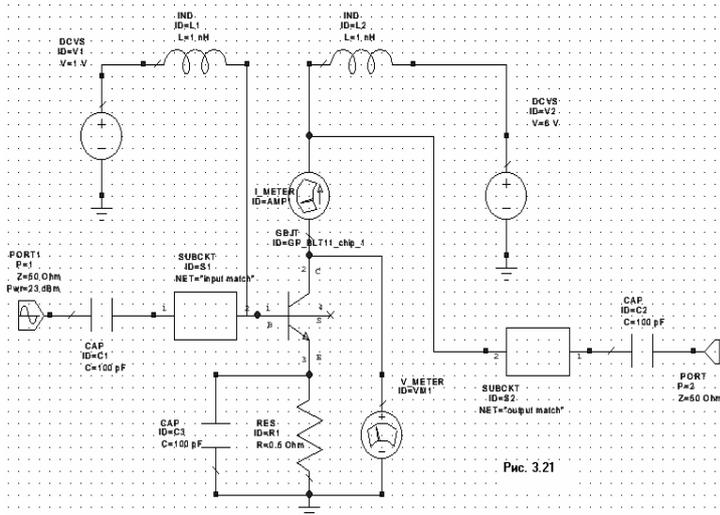

Рис. 3.21
15. Дважды щёлкните левой кнопкой мышки по значению параметра **Pwr** элемента **PORT1**. Откроется окно редактирования значения. Наберите **18**, чтобы изменить значение **23** на **18 dBm**. Полученная схема показана на рис. 3.21.